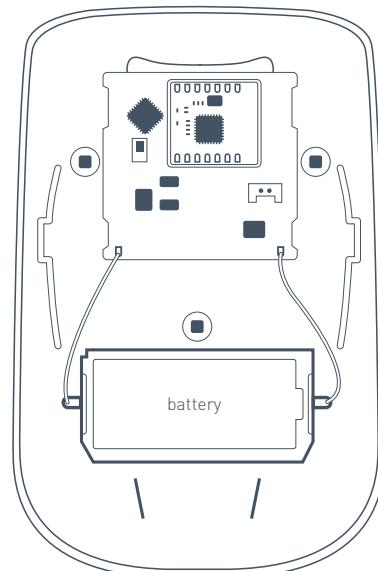

РИС. 5. Вид датчика со снятой верхней крышкой
6.3 Своевременно заменяйте батареи питания на новые. При разряде батареи датчик передает соответствующий сигнал на центральный блок сигнализации. Когда батарея разряжена, при каждой детекции движения или сработке тампера датчик помимо обычной индикации осуществляет включение и плавное гашение светодиода. Для смены батареи открутите три самореза «3» [РИС. 4] и снимите заднюю крышку датчика. Замените батарею «battery» [РИС. 5] на новую, типа CR123A, соблюдая полярность.